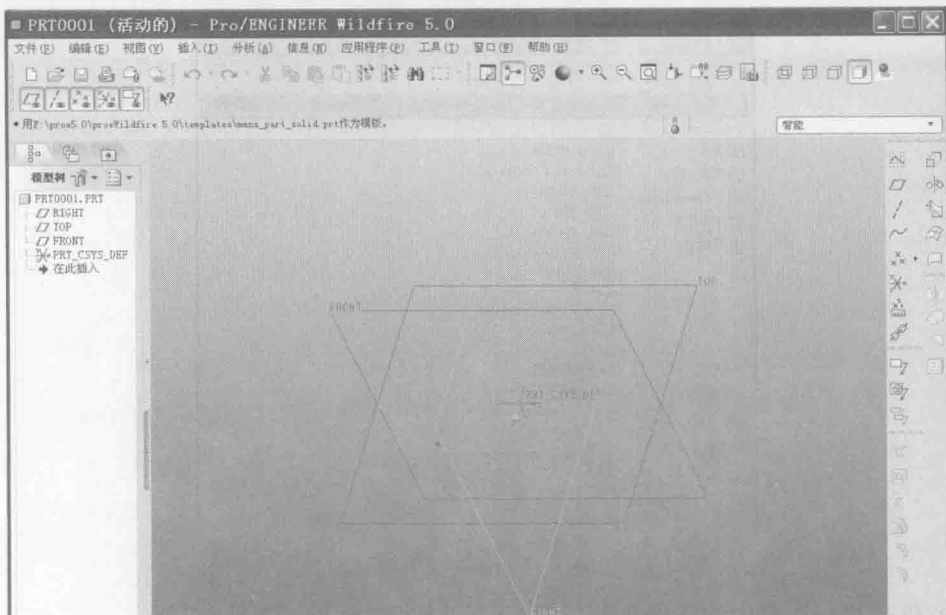

图 1-7 零件设计界面
(2) 在该对话框中可以选择不同的模块, 系统默认的是【零件】模块。
(3) 在该对话框中【名称】文本框中输入零件名称(如 T1-1), 单击【确定】按钮, 即进入零件设计界面, 如图 1-7 所示。在该模式下即可进行零件的三维设计。